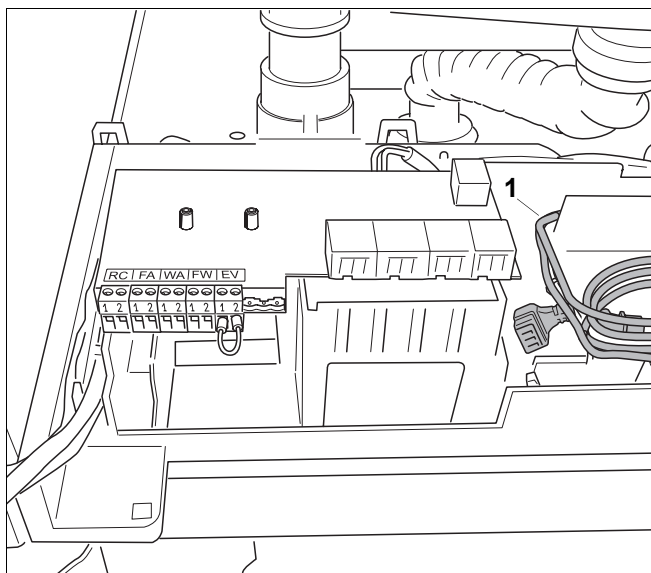

Рис. 18 Укладка подводящего кабеля насоса
- Укладку второго подводящего кабеля насоса от отопительного котла произвести через отверстие под клеммовой коробкой, а затем вниз (см. рис. 18, **поз. 1** и рис. 19, **поз. 1**).